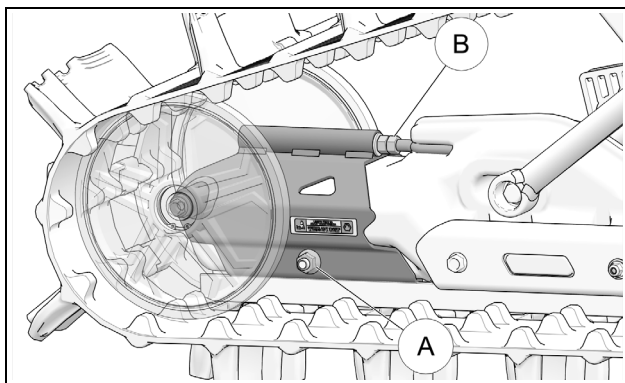

Figure 23
ATTENTION : Le boulon d'assemblage (A) du tendeur de chenille et l'écrou de blocage (B) doivent obligatoirement être desserrés avant d'ajuster la tension de la chenille. Figure 23.